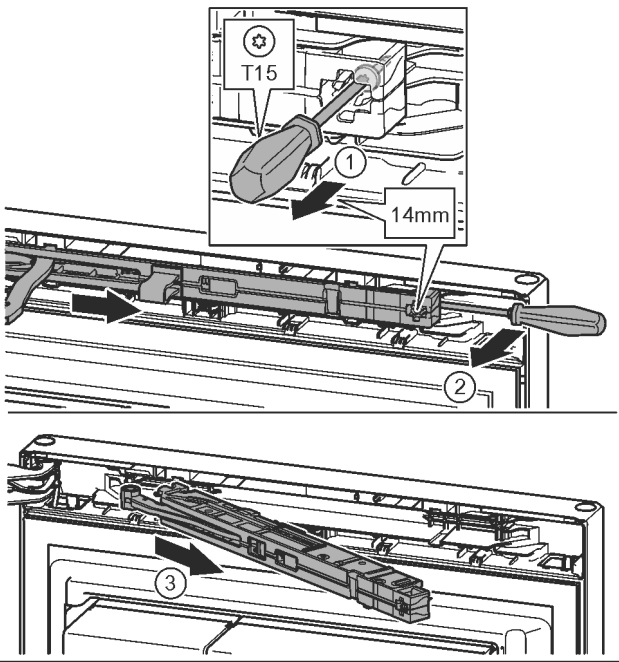

Fig. 10
- ▶ 用 T15 螺丝刀将关门阻尼单元上的螺钉松开约 14 mm。 Fig. 10 (1)
- ▶ 将螺丝刀移向把手侧关门阻尼单元的背面并将其向前转动。 Fig. 10 (2)
- ▶ 拉出关门阻尼单元。 Fig. 10 (3)